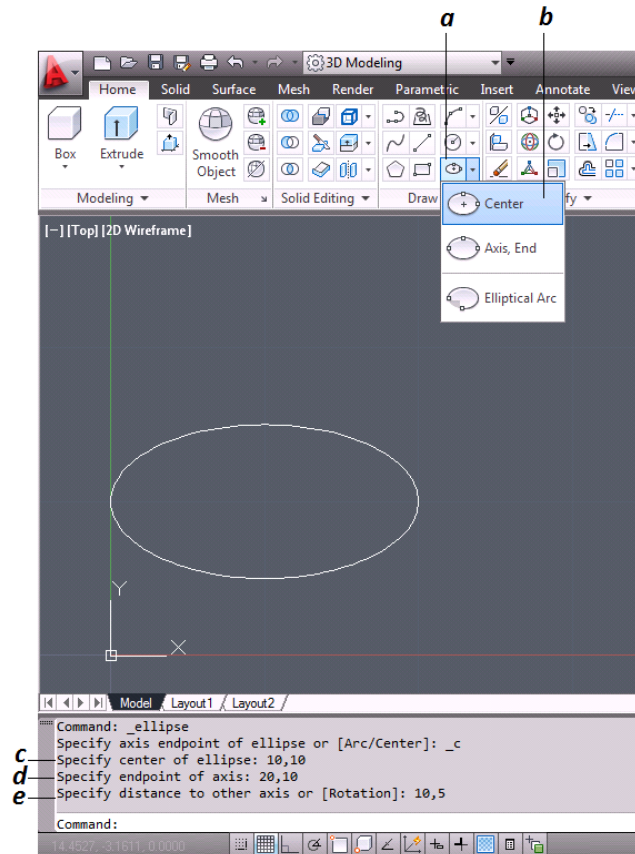

Figura 3.24 Creación de Entidades “Elipse”
Como indica el nombre, con este comando se crea una elipse por medio de tres métodos. Esta herramienta esta localizada en el menú *Inicio (Home)*. AutoCAD cuenta con tres formas de crear una elipse (*figura 3.24*).
Ahora se crea una elipse con el comando *Centro (Center)* (*figura 3.24*).
- a. Se selecciona el comando elipse (*figura 3.24*).
- b. Al desplegarse el submenú, se selecciona *Centro* (*figura 3.24*).
- c. El centro de la elipse estará en la coordenada 10,10 (*figura 3.24*).
- d. La 2ª coordenada será 20,10 la cual indica que del centro hacia la derecha se tienen 10 unidades, se da enter (*figura 3.24*).
- e. La 3ª coordenada será 10,5 la cual indica que del centro hacia abajo se tienen 5 unidades, damos enter (*figura 3.24*).